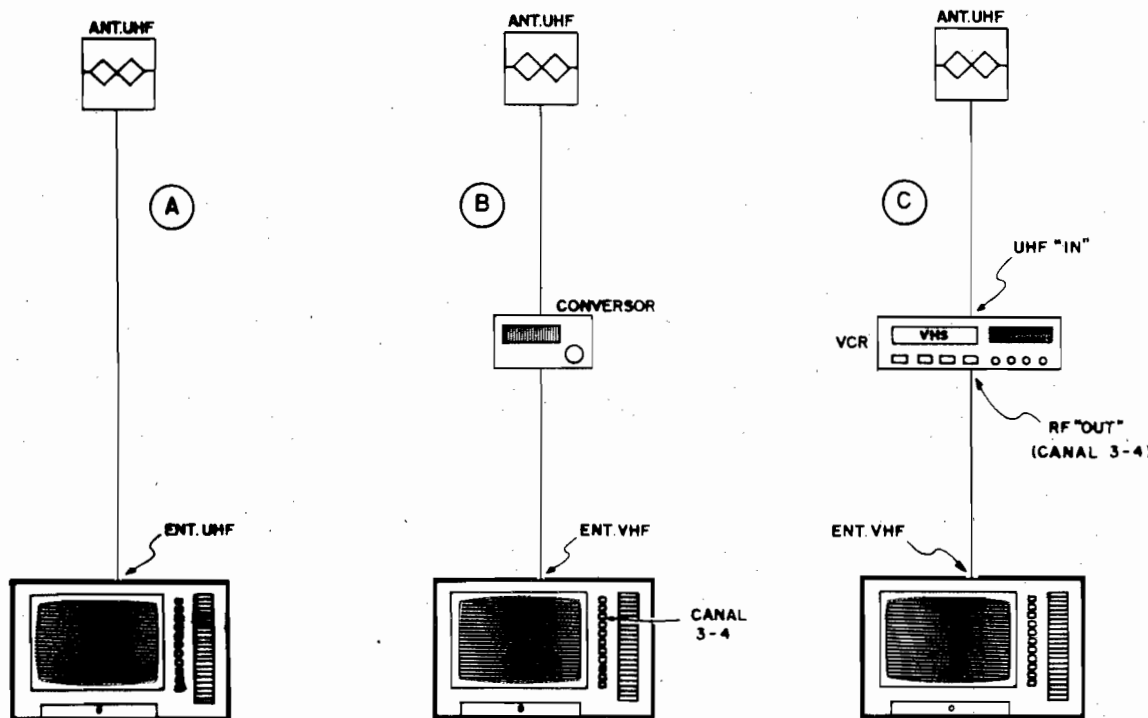

Fig.13
- FIG. 13 - "Mas como faço para 'pegar' UHF...?". A figura mostra as três possibilidades básicas que permitirão ao Leitor receber e
- **13-C** - O televisor apenas recebe sinais de VHF, porém Você possui um vídeo-cassete, já funcionando em conjunto com a TV. Nesse caso, o cabo de descida da nossa antena deve ser ligado ao conector UHF “IN” (na traseira do vídeo). A conexão normal (já feita) entre o vídeo e a TV não precisa ser alterada. Para receber a transmissão de UHF, coloque o seletor ou teclado do televisor no canal 3 ou 4 (aquele que normalmente Você usa para ver “filmes” passados no Vídeo...), e faça a sintonia através do vídeo-cassete. Praticamente todos os VCRs (Vídeo Cassete Record) “completos” incluem um **tuner** (sintonizador) que abrange não só a faixa de VHF como também de UHF. Obviamente o VCR deve ser ligado para que seu circuito de sintonia interna entre em ação... Ele fará, então, o papel de CONVERSOR (ver fig. 13-B), normalmente proporcionando uma boa recepção.
- **14-A** - Se o receptor é apenas para VHF, e optou-se pelo uso do CONVERSOR (ver também fig. 13-B). Nesse caso, como o receptor apenas tem **uma** entrada ou conector para cabagem de antena (VHF), será necessário o uso de um outro tipo de MISTURADOR (VHF-VHF), também conhecido como “misturador” de antenas para “VHF”. A ligação geral fica conforme mostra o desenho. Quando for desejada a recepção de canais de VHF “normais”, basta posicionar o teclado ou seletor do televisor para o **número** do canal (o “5” pega no “5”, o “7”